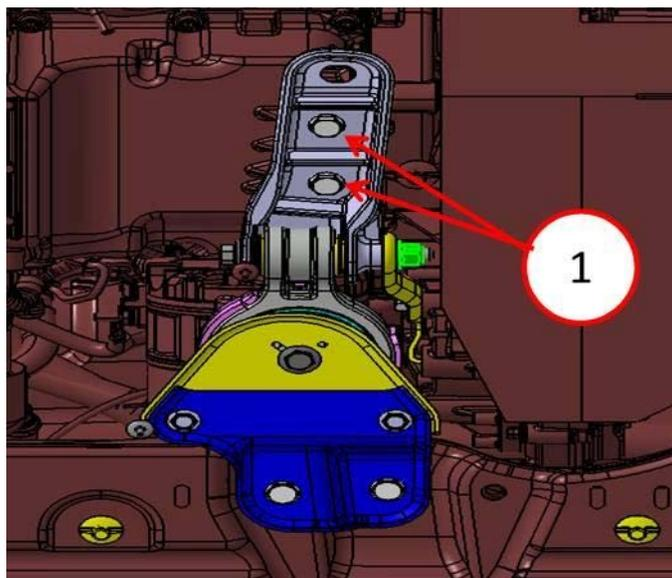

Fig. 3 Bulloni di fissaggio della vaschetta coppa olio a montante cambio
3. Rimuovere un bullone per staffa (Fig. 3).
4. Montare un nuovo bullone per staffa, p/n K06104215AA e serrarlo alla coppia di 70 Nm (Fig.3).
5. Togliere un secondo bullone per staffa (Fig. 3).
6. Montare un nuovo bullone per staffa, p/n K06104215AA e serrarlo alla coppia di 70 Nm (Fig. 3).